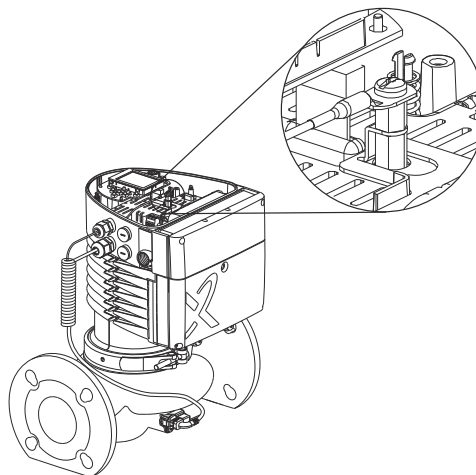

Рис. 11 MAGNA3 без дополнительного СИМ-модуля
5. Прикрепите второй конец эквипотенциального провода к винтовой опоре СИМ-модуля в блоке управления. См. рис. 11.